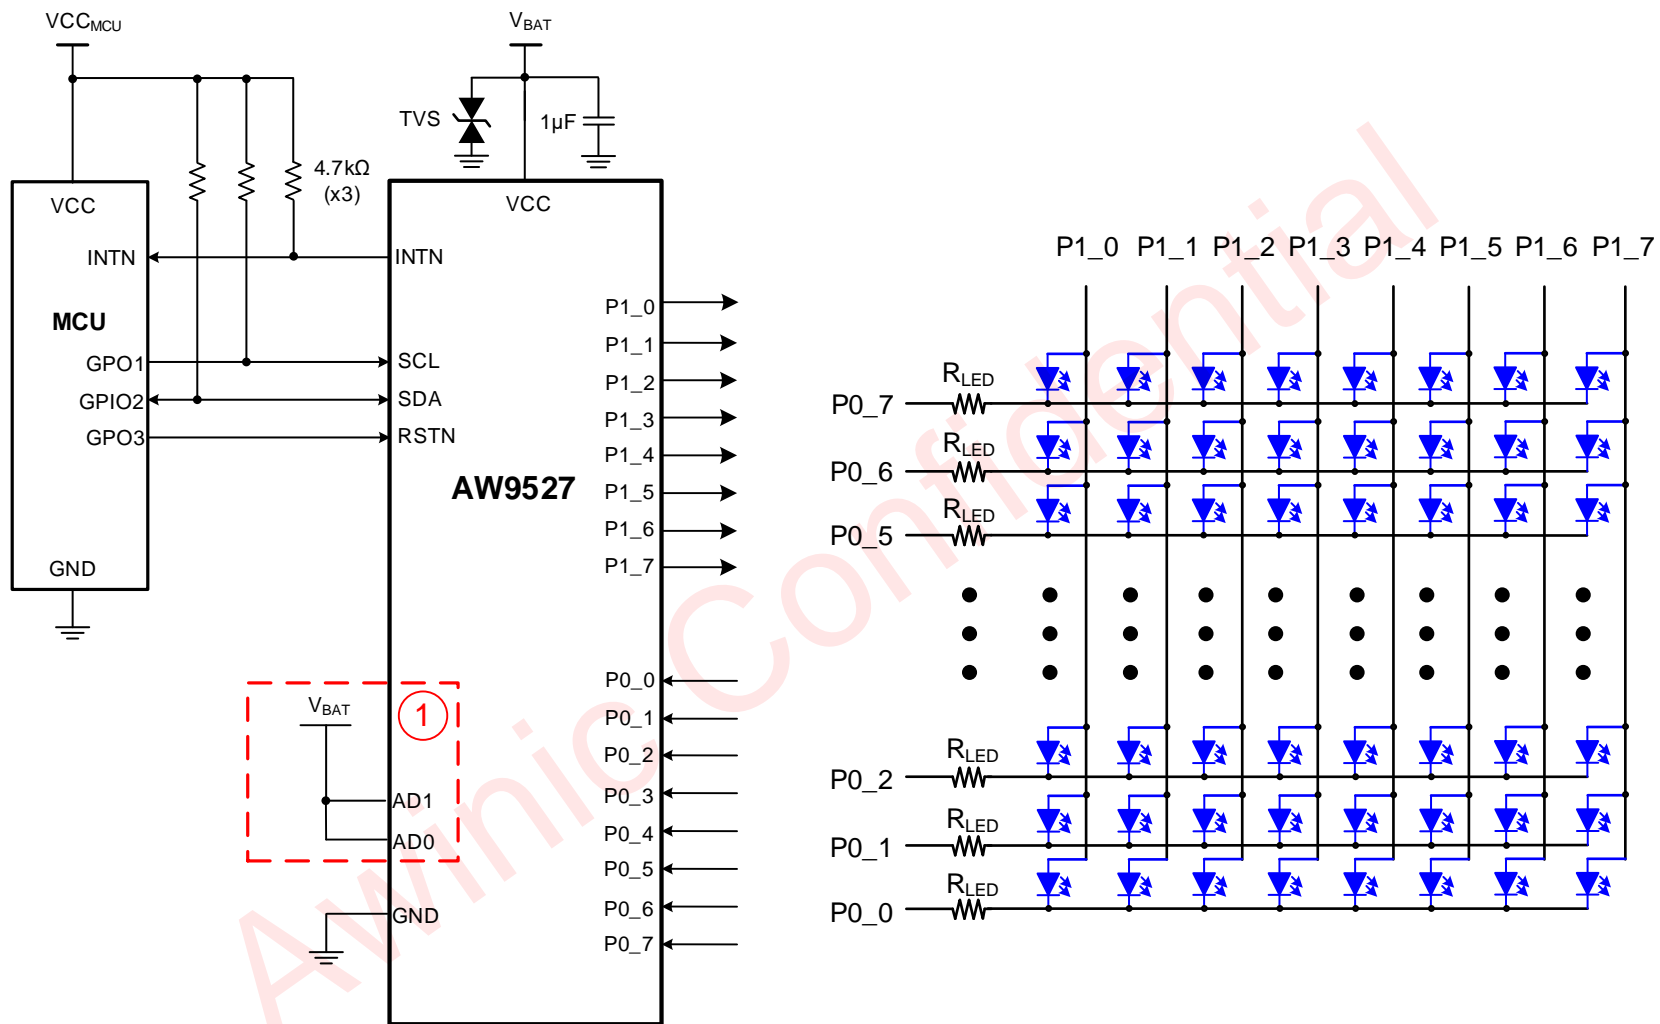

图 4 AW952X 作矩阵 LED 驱动应用电路图
- AW9527 在小电流应用时，可以作为矩阵灯驱动，如图 4 所示。